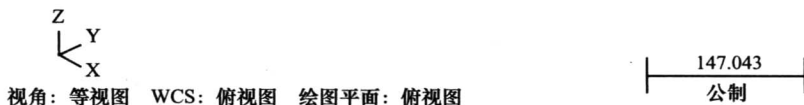

图 1-5 绘图区的显示内容
(4) 绘图区 绘图区也称为图形窗口，是用户进行绘图、编程等的主要工作区。它除了用于显示绘制的图形或选取图形对象等外，还显示如图 1-5 所示的相关内容。